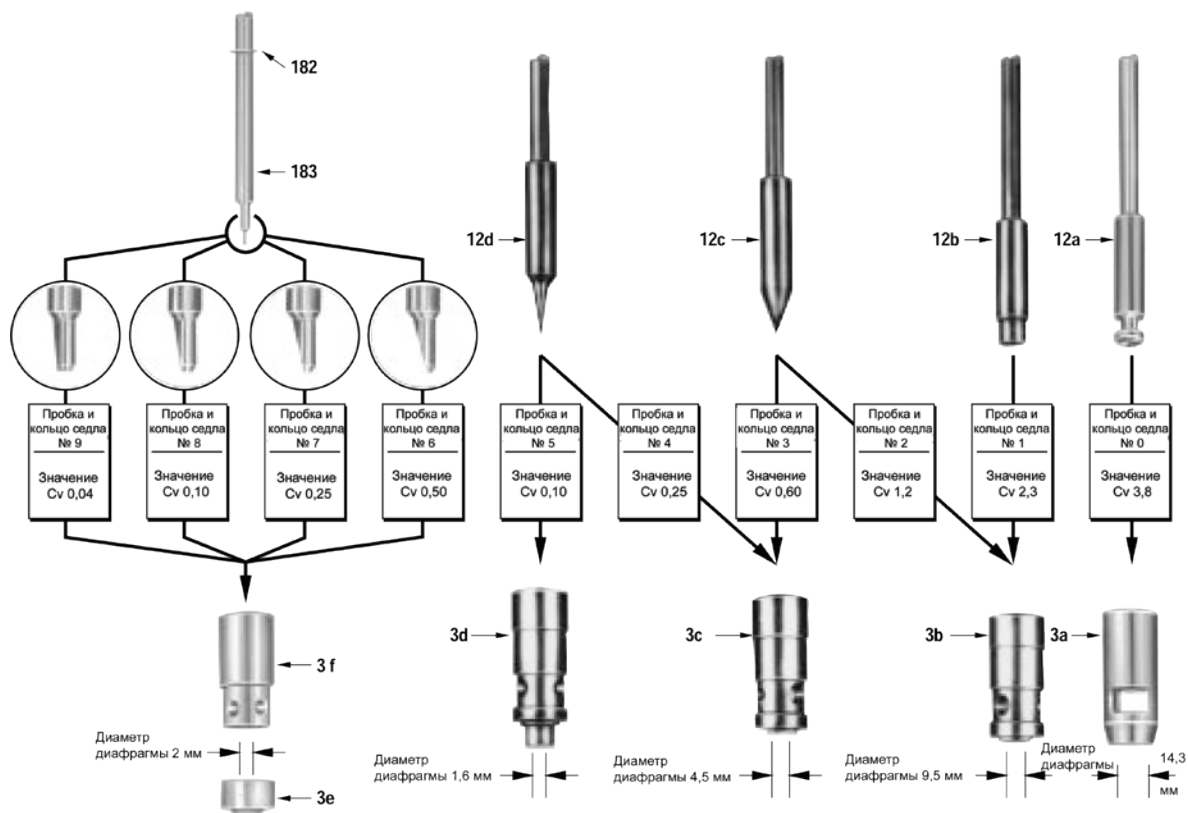

Рисунок 2 - Десять сборок пробки и кольца седла (затвор)
Восемь пробок и пять колец седла можно использовать в комбинации для получения их десяти различных сборок (см. Рисунок 2).
Для выбора комбинации пробки и кольца седла для получения требуемого значения  $C_v$  см. Рисунок 2.
2. Полный сборочный узел включает в себя следующее: Пробка-шток (183), стопорное кольцо (182), кольцо седла (3e) и прокладка (3f). См. рисунок 2.
- Вставьте шток пробки (12 или 183) в кольцо седла (3). Для  $C_v < 0,10$  убедитесь в отсутствии заедания во время хода пробки. Если происходит заедание, ослабьте фиксатор (4) и установите кольцо седла (3e) в правильное положение, чтобы шток перемещался плавно.
- Надвиньте прокладку (5), совместив отверстие в ней с отверстием предохранительного штифта (11) в корпусе клапана.
**Примечание:** Для затвора с  $C_v$  менее 0,10 убедитесь в том, что стопорное кольцо (182) установлено на пробку, прежде вставить ее в прокладку (3f). Если стопорное кольцо повреждено, замените его.
- Оберните предохранительный штифт (11) двумя витками ленты из ПТФЭ (тефлона). Вкрутите его в крышку корпуса на пять с половиной-шесть оборотов от места, где начинается зацепление резьбы.
- Установите сальник, расположив разрез каждого уплотнительного кольца на 120 градусов по отношению к разрезу соседнего кольца. Слегка нажимая, вставьте кольца одно за другим, используя трубку размером 1/2 дюйма sch 160. Установите втулку сальника (9) на шток пробки.
- Удерживайте привод над корпусом. Перед тем, как шток привода соприкоснется со штоком пробки, наверните две гайки (8а) на две шпильки (7), сдвиньте фланец сальника (10) на штоке и шпильках и закрутите две гайки (27) на резьбовом конце штока пробки.